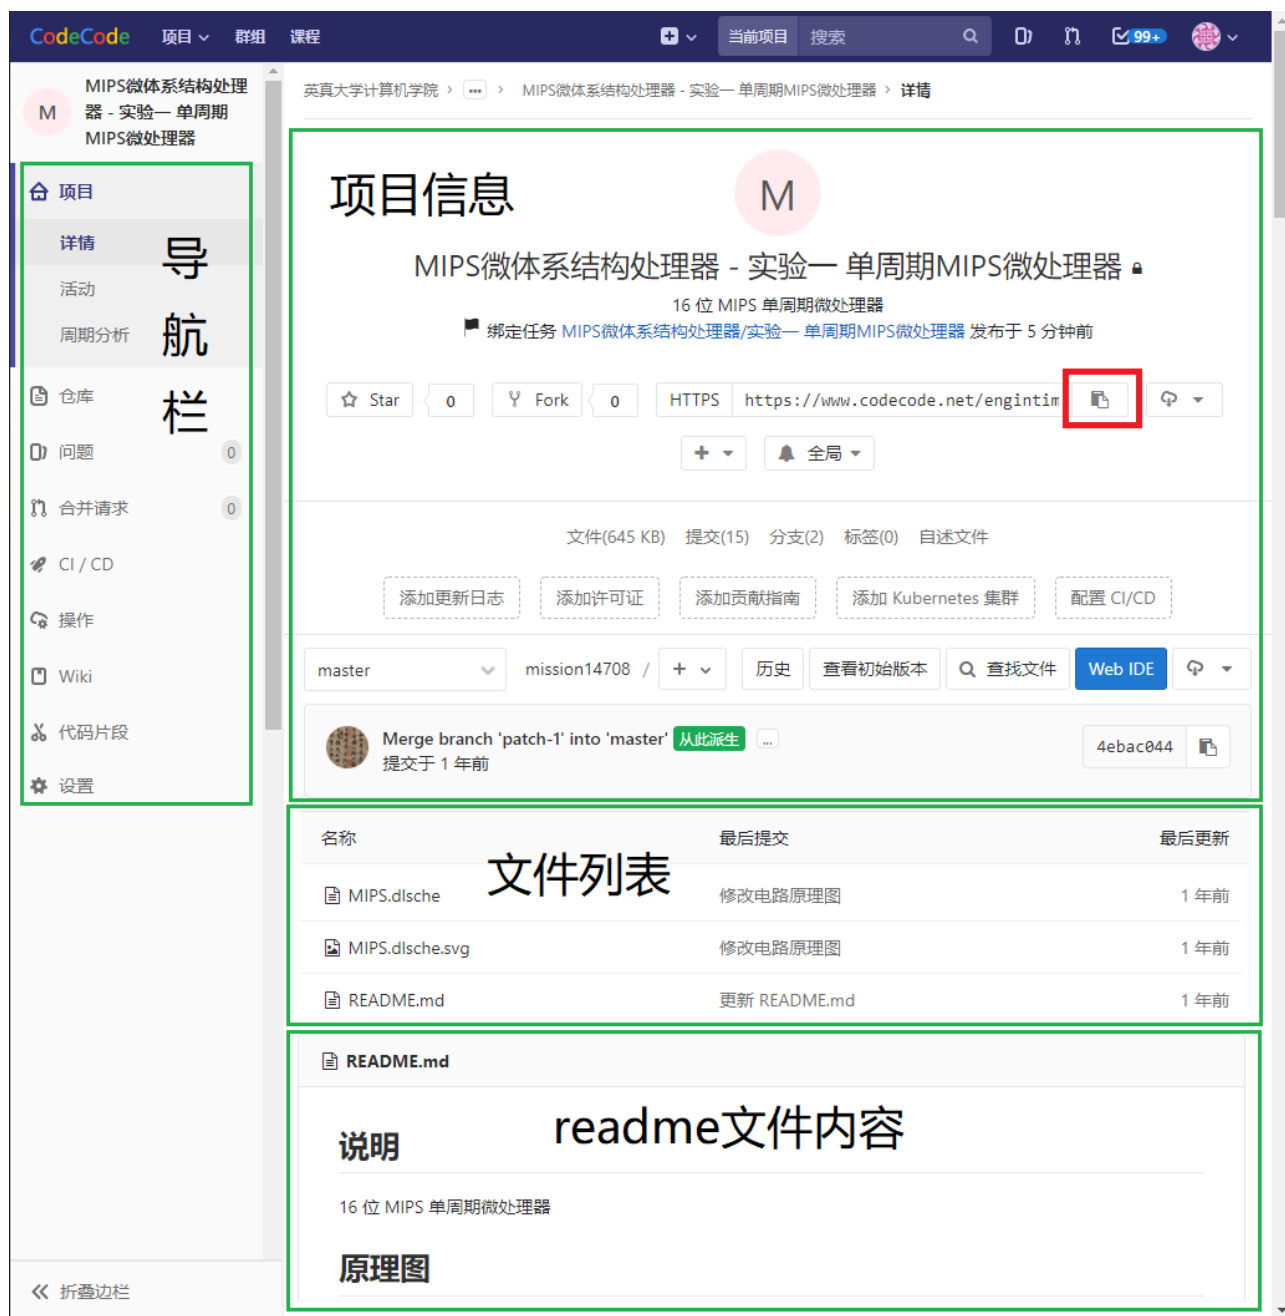

图 2-5：个人项目页面
7. 在个人项目页面中，包括左侧的导航栏、项目信息、文件列表、readme.md 文件内容等，如图 2-5 所示。
8. 在个人项目页面的图 2-5 中，点击红色方框中的按钮，可以复制当前项目的 URL，在本实验后面的练习中会使用这个 URL 将此项目克隆到读者计算机的本地磁盘中，从而供读者进行修改。
2. 在“Git 远程库 URL (G)”中填入读者个人项目的 Git 远程库的 URL 地址（在图 2-5 中，点击红色方框中的按钮，可以复制当前项目的 URL）。